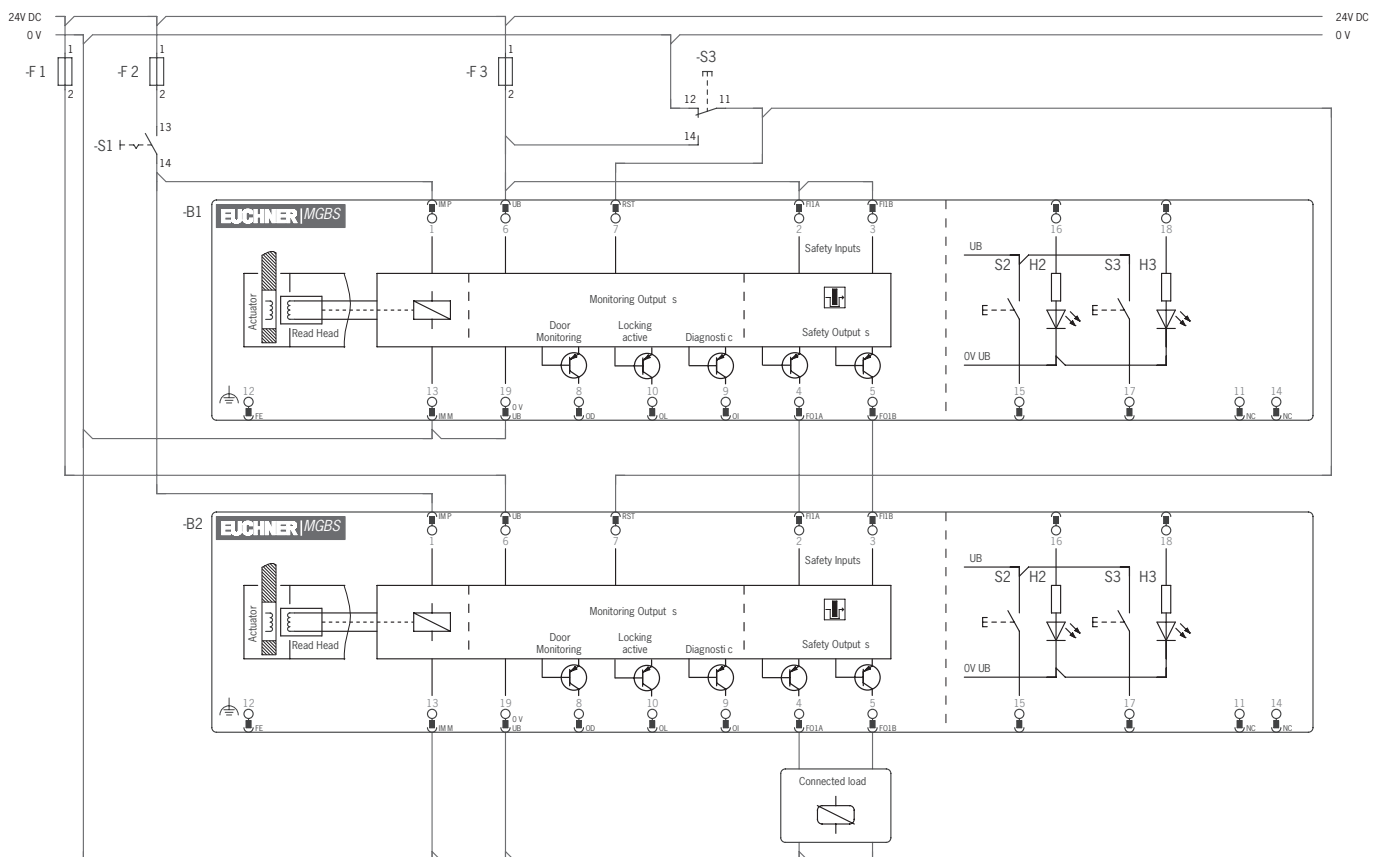

Bild 6: Anschlussbeispiel für eine Schalterkette; Ausführung mit Steckverbinder M23
- Es muss ein gemeinsames Signal für alle Zuhaltmodule in der Kette verwendet werden. Dies kann ein Wechselschalter sein, es kann aber auch der Ausgang einer Steuerung verwendet werden. Ein Taster ist nicht geeignet, da der Reset im Betrieb immer auf GND liegen muss (siehe Schalter S3 in *Bild 6 auf Seite 34*).
Damit dies möglich ist, muss der Eingang RST wie in *Bild 6 auf Seite 34* beschaltet sein.